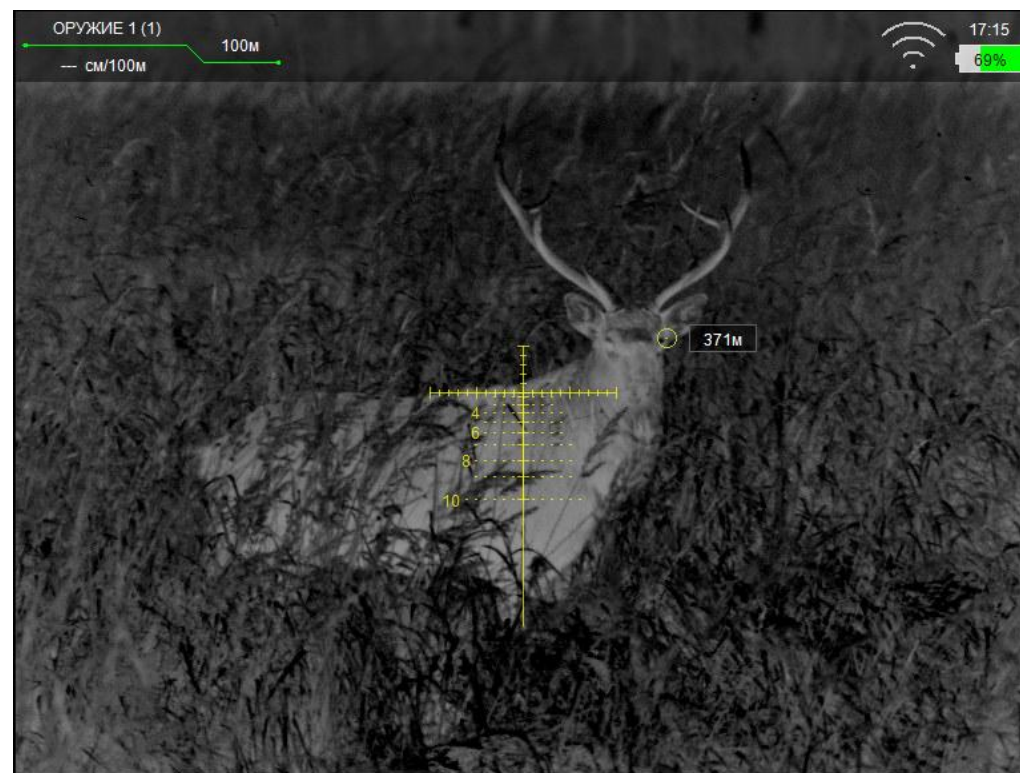

Рис. 29 – Дальномерная метка
Дальномер включается нажатием кнопки (15) на его корпусе в основном режиме, либо кнопкой на пульте ДУ дальномера (входит в комплект поставки). После этого на экране отобразится дальномерная метка (см. рис.29). Дальнейшее нажатие на кнопку (15) дальномера производит замер дистанции (замер производится в момент нажатия на кнопку, метка загорается синим цветом). Значение расстояния высвечивается рядом с меткой. После 5 с бездействия дальномерная метка выключается автоматически.